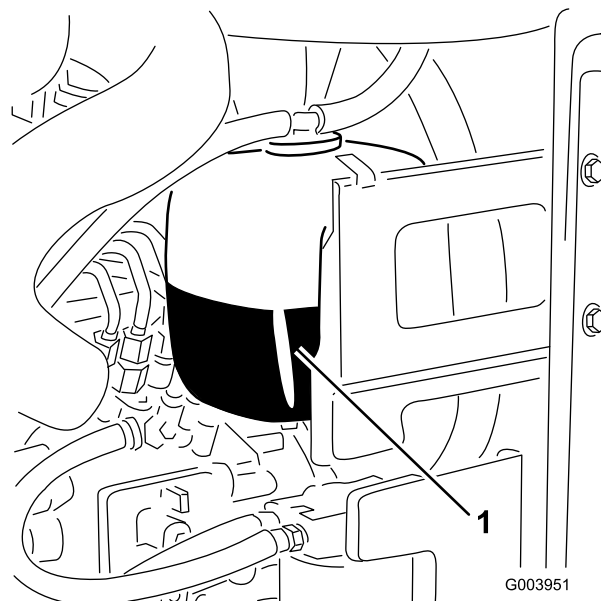

Figura 59
1. Compruebe el nivel de refrigerante en el depósito de expansión (Figura 59).